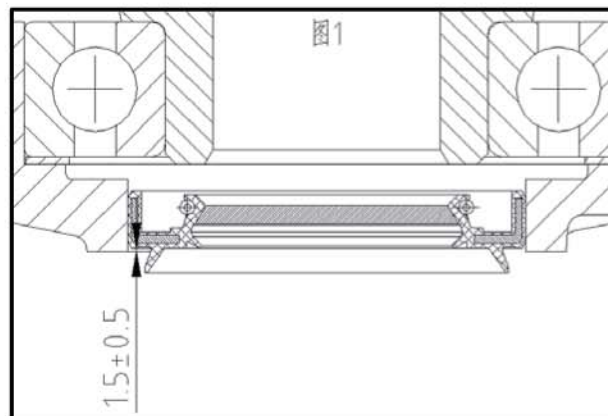
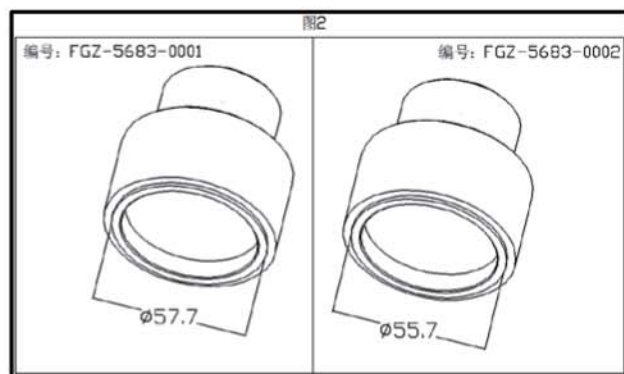

图1
图2
② 装配要求：在装配差速器油封时，注意控制油封不能有歪斜现象（油封端面以外端面为基准平行度不大于0.15）。油封外端面距孔口端面深度 $1.5 \pm 0.5\text{mm}$ 。（见图1）。装配过程应避免用手触碰油封内圈。装配油封前油封外圈和箱体孔应保持洁净且无划伤，不可涂抹油脂。（可适量涂抹肥皂水）。使用专用工装FGZ-5683-0001装配 $\varnothing 58\text{mm}$ 外径油封；使用专用工装FGZ-5683-0002装配 $\varnothing 60\text{mm}$ 外径油封。（见图2）